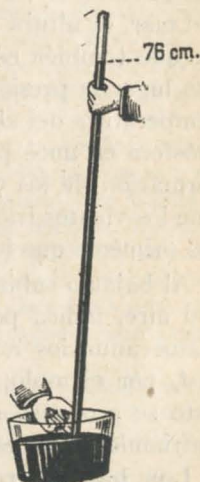

Fig. 30—La columna mercurial es sostenida por la presión atmosférica y la presión que ejerce equivale a la presión atmosférica.
1) Llene totalmente con mercurio el tubo barométrico. Coloque un dedo en el extremo abierto del tubo e inviértalo en una cubeta que contiene este mismo líquido y quite, finalmente, el dedo. ¿Qué observa? ¿Qué fuerza sostiene el mercurio, hasta cierta altura, dentro del tubo? Mida con el metro la altura exacta de esta columna mercurial. La presión que ejerce esta columna de mercurio, ¿a qué otra presión será igual? Fig. 30.